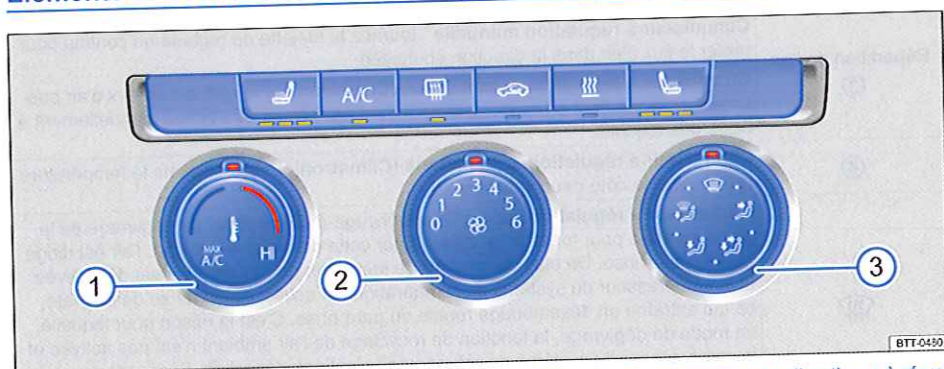
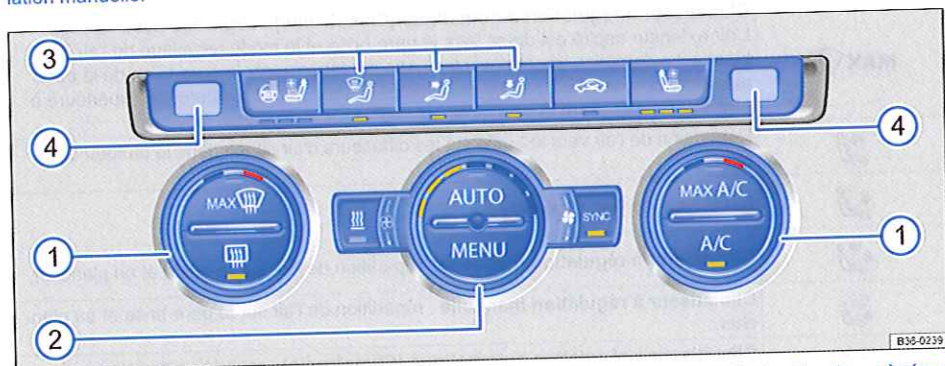

Fig. 213 Dans la partie supérieure de la console centrale : éléments de commande du climatiseur à régulation manuelle.
Fig. 214 Dans la partie supérieure de la console centrale : éléments de commande du climatiseur à régulation automatique (Climatronic).
Touche, molette	Informations complémentaires. Climatiseur à régulation manuelle ⇒ fig. 213 et climatiseur à régulation automatique (Climatronic) ⇒ fig. 214
- Appuyez sur la touche **(MENU)** ⇒ fig. 214.